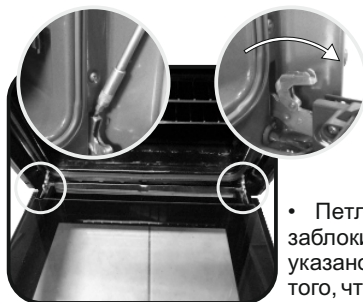

Figure 1
- Откройте дверцу духового шкафа. Рисунок 1 (Figure 1)